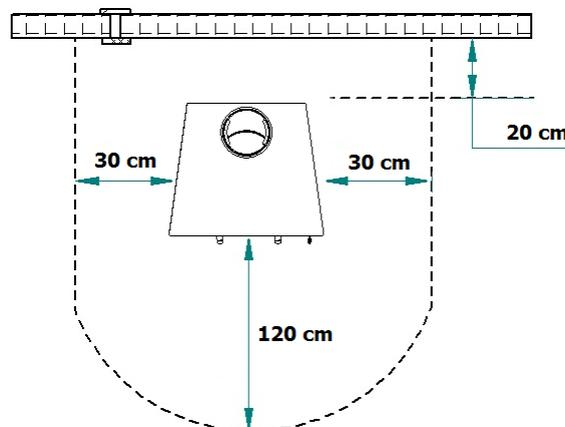

Fig. 37 – Distancias mínimas de segurança
* Na vizinhança das paredes da salamandra não devem ser utilizados materiais combustíveis. Deve respeitar uma distancia de segurança de 20cm em relação às costas, 30cm às laterais e 120cm na frente (Fig.37);